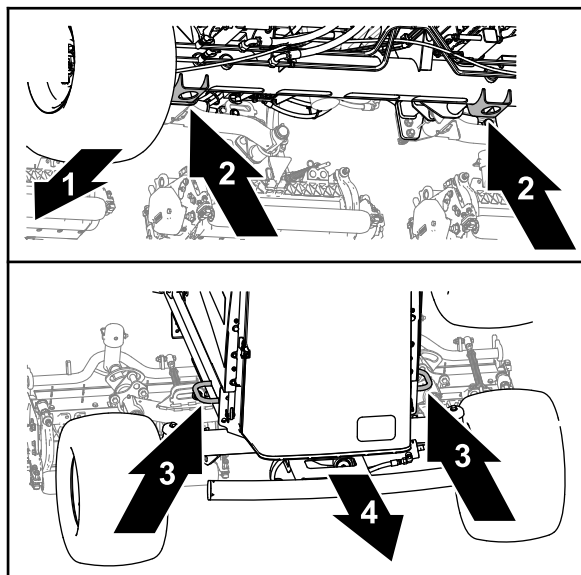

Figura 94
- Faă - orificiul din suporturile pentru cric ale tubului osiei față (Figura 94).